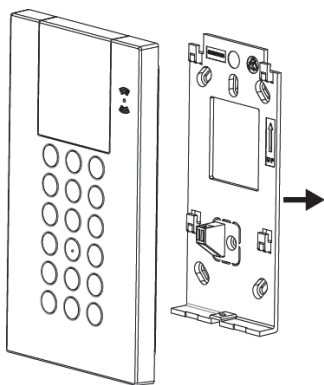

Figure 1
1. S parez le support de fixation du clavier (voir Figure 1).